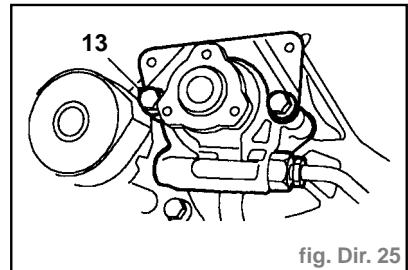

fig. Dir. 25
- Enlever les 2 longs boulons (13) de maintien et le support de soutien de l'ancienne pompe et les poser sur la pompe neuve (Fig. Dir. 25).